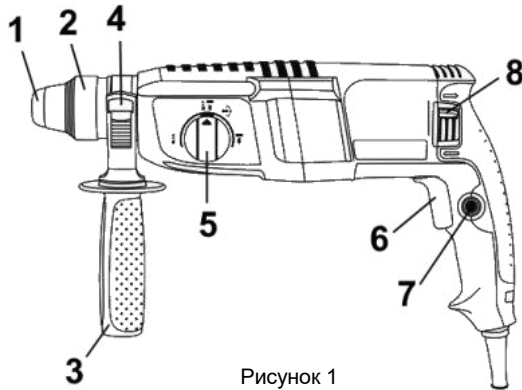

Рисунок 1
2.2.1 Виріб має несучий пластиковий корпус з вмонтованим електричним колекторним двигуном, редуктором з пневматичним ударним механізмом, на вихідному валу якого встановлюється патрон **SDS-Plus** (2) для закріплення змінних робочих інструментів з циліндричними хвостовиками системи SDS-Plus, згідно рис. 1. Корпус одночасно вміщує органи керування режимами інструменту, шнур живлення від мережі змінного однофазного струму та має опорну поверхню для встановлення передньої рукоятки (3) з можливістю фіксованого позиціонування навколо подовжньої осі виробу.
**4.1** Виберіть необхідний режим роботи виробу за допомогою перемикача (5) (див. рисунок 1, таблицю 1). При необхідності встановлення свердлильного патрона – встановіть його в патрон SDS-plus через адаптер.
**4.2** Для ввімкнення виробу натисніть на курковий важіль перемикача (6) (рис.1). Для відключення виробу слід курок відпустити.